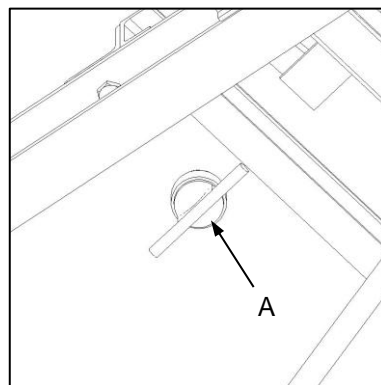

Fig. 2
- ✔ Remove the drain plug (Fig. 2-A) and thoroughly rinse the implement with fresh water to remove any corrosive product residues.
- ✔ Verwyder die aftapprop (Fig. 2-A) en spoel die implement deeglik uit met vars water om enige korroderende produkreste te verwyder.